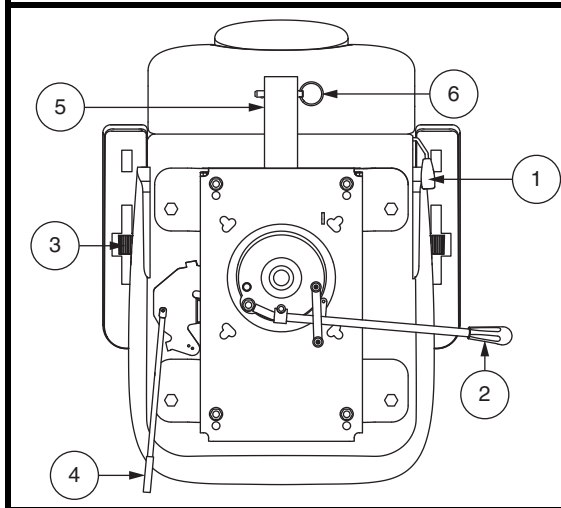

Figura 17. Regolazioni del sedile
Se lo scooter è dotato di uno schienale reclinabile, per regolare il sedile reclinabile dello scooter, osservare questi passaggi. **Vedere figura 17.**
1. Tirare verso l'esterno la leva di scorrimento del sedile. **Vedere figura 17.**
L'inclinazione del bracciolo dello scooter è regolabile verso il basso o verso l'alto ruotando l'apposito selettore. **Vedere figura 17.**
1. Tirare verso l'esterno la leva scorrimento sedile (ubicata sul lato inferiore sinistro del sedile). **Vedere figura 17.**
La staffa accessoria montata posteriormente consente di collegare un accessorio personale, come un cestino, un porta-deambulatore, o una bombola di ossigeno alla parte posteriore dello scooter. Utilizzare il perno di fermo per fissare in modo sicuro l'oggetto alla staffa accessoria. **Vedere figura 17.** Per dettagli rivolgersi al fornitore autorizzato.